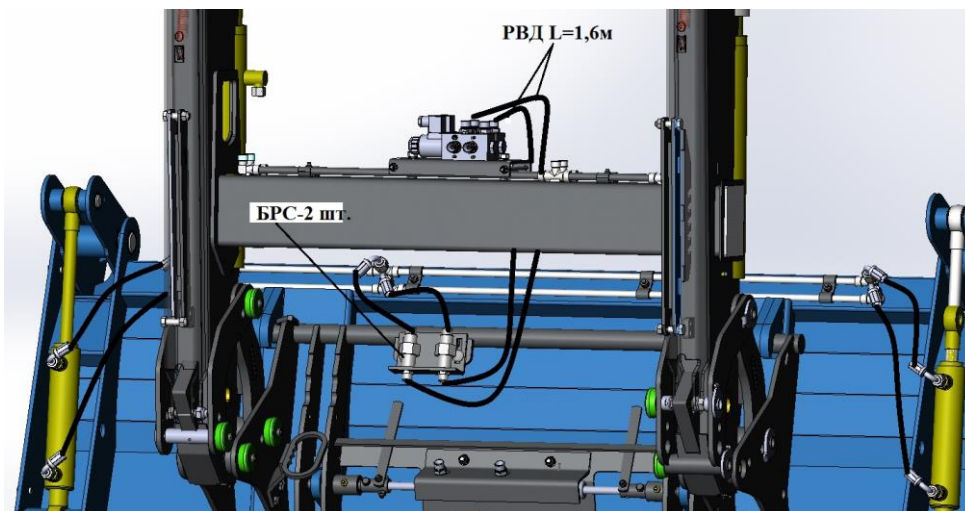

Рис.2
7. На пластину переходника (рис.2) установить две БРС и закрепить снизу гайками М20х1,5.
8. Сверху на БРС подсоединить два РВД с ковша челюстного, снизу прикрутить два рукава длиной 1,6м, другой угловой конец рукава подсоединить сверху дивертора 2 через штуцера (см. рис.2).